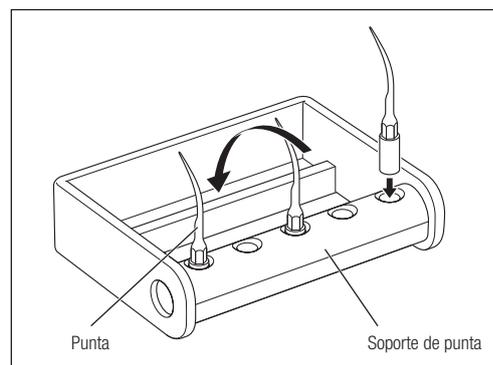

Fig. 61
- El soporte de punta puede esterilizarse con autoclave. Puede esterilizarse un máximo de 5 puntas a la vez. Gire el soporte en la dirección de la flecha de modo que las puntas quepan en la caja de esterilización (Fig. 61).